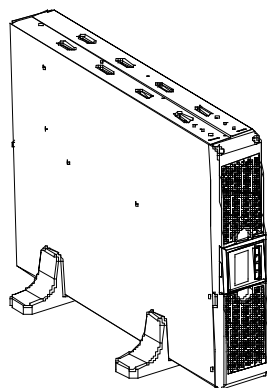

Fig 2
2. Coloque a UPS cuidadosamente nos dois suportes (Fig 2).